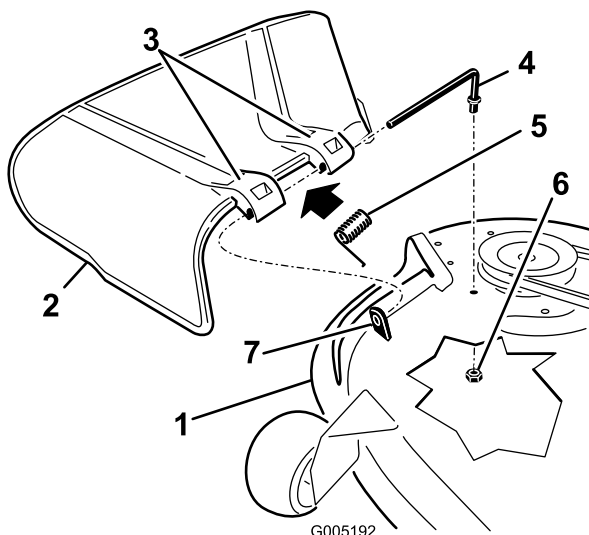

Figura 61
1. Localize os itens apresentados em Figura 61.
2. Remova a porca (3/8 polegadas) da barra debaixo do cortador (Figura 61).
3. Faça deslizar a barra para fora da parte saliente curta, da mola e do deflector de relva (Figura 61). Se o deflector de relva estiver danificado ou gasto, retire-o.
4. Substitua o deflector de relva (Figura 61).
6. Coloque a mola na barra, com a cablagem da extremidade para baixo, e entre os suportes do deflector de relva. Faça a barra deslizar pelo segundo suporte do deflector de relva (Figura 61).
7. Insira a barra na parte da frente do deflector de relva na parte saliente curta na plataforma. Fixe a extremidade traseira da barra ao cortador com uma porca (3/8 polegadas) (Figura 61).